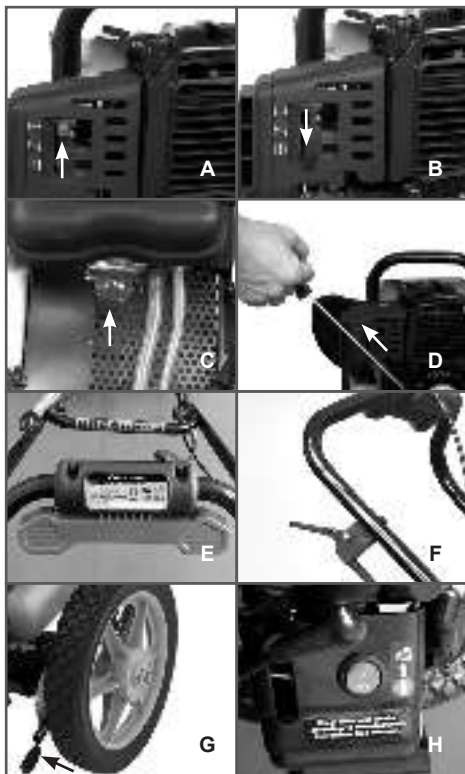

Рис. 7 Расположение органов управления газонокосилкой
- Закройте воздушную заслонку. Для этого рычаг заслонки поднимите вверх (Рис. 7А).
- Нажмите на ручной топливный насос 10 раз, до появления в нем топлива. Насос находится в нижней части карбюратора под корпусом воздушного фильтра (Рис. 7С).
- Выключатель зажигания установите в положение «On» (Рис. 7Н).
При запуске двигателя не нажимайте на рычаг газа (Рис. 7Е). Двигатель заглохнет.
Для включения газонокосилки необходимо нажать на рычаг газа (Рис. 7Е). При увеличении оборотов двигателя происходит срабатывание центробежной муфты сцепления, триммерная головка начнет вращаться.